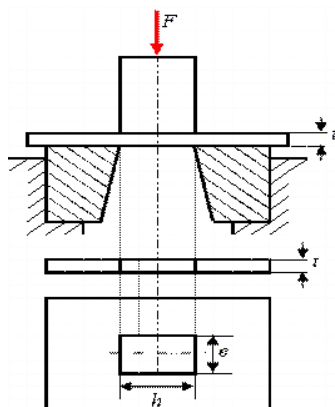

Рисунок 28
1. Определить какую силу F (рис. 28) надо приложить к пуансону штампа для пробивки в стальном листе толщиной $t = 4$ мм, размером $b \times h = 10 \times 15$, если предел прочности на срез материала листа $\tau_{пч} = 400$ МПа. Определить также напряжение сжатия в пуансоне.